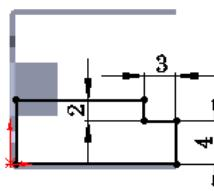

图 12.5.26 边线—法兰 4 草图
(3) 定义法兰参数。
① 定义法兰角度值。在【**角度(G)**】区域的文本框中输入角度值 90.0。
② 定义长度类型和长度值。在“边线法兰”对话框【**法兰长度(L)**】区域的下拉列表中选择**给定深度**选项，在文本框中输入深度值 4.0。
③ 定义法兰位置。在【**法兰位置(N)**】区域中单击“材料在内”按钮。
④ 单击按钮，完成边线一法兰 4 的初步创建。
⑤ 编辑边线一法兰 4 的草图。在设计树的[↑] 边线-法兰4 上右击鼠标，在弹出的快捷菜单中单击“编辑草图”按钮，系统进入草图环境。绘制图 12.5.26 所示的草图。退出草图环境，此时系统完成边线一法兰 4 的创建。